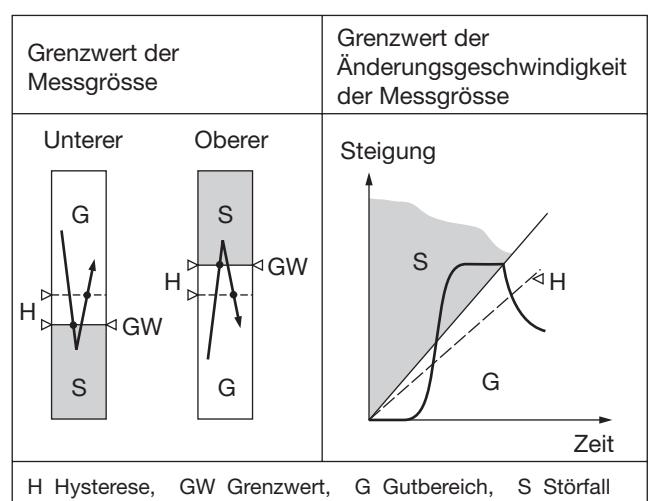

Bild 3. Schaltverhalten, je nach Grenzwert-Typ.
- Unterer GW der Messgrösse (siehe Bild 3, links)
- Oberer GW der Messgrösse (siehe Bild 3, links)
(siehe Bild 3 rechts)